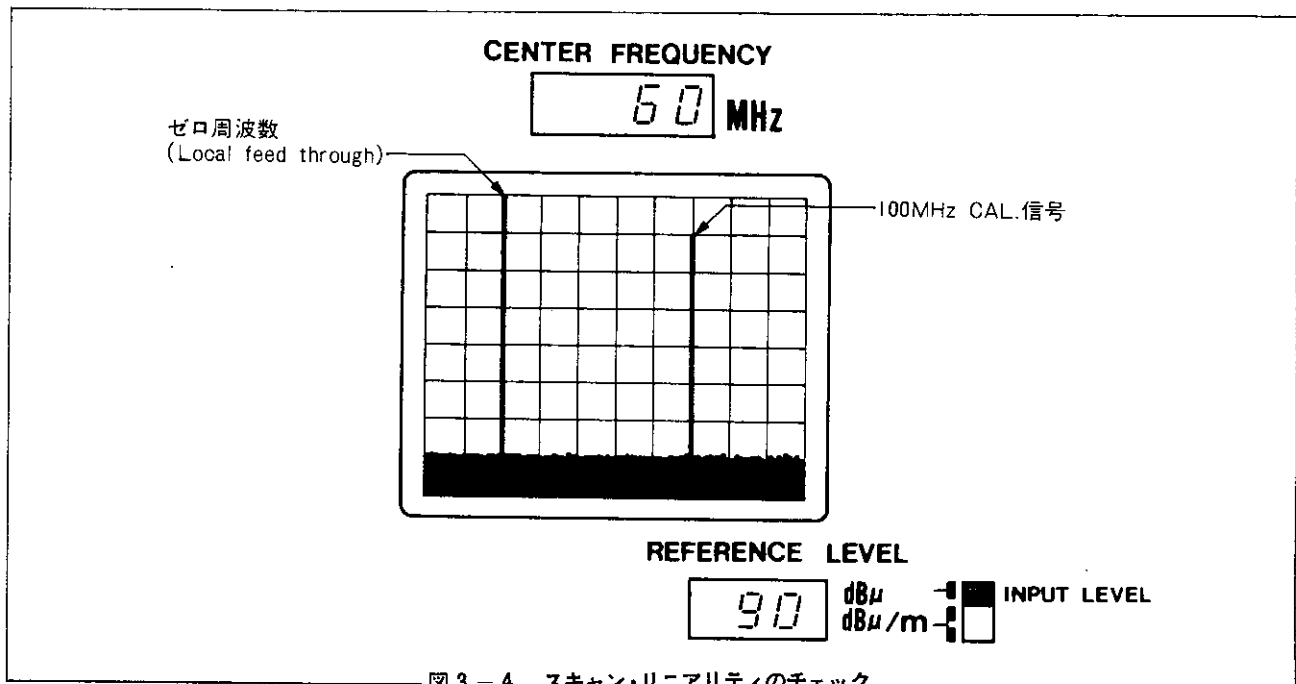

図3-4 スキャン・リニアリティのチェック
2. **TUNING** つまみを回してゼロ周波数(Local feed through)を〔図3-4〕のようにCRTディスプレイの1番左から2div.の線上に合わせます。